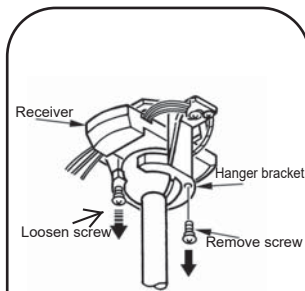

Fig.16
Paso 1. Quite 1 de los 2 tornillos de la parte inferior del soporte de suspensión y afloje el otro una media vuelta de la cabeza del tornillo. (Fig.16)